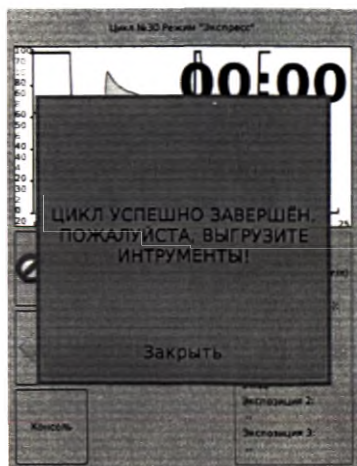
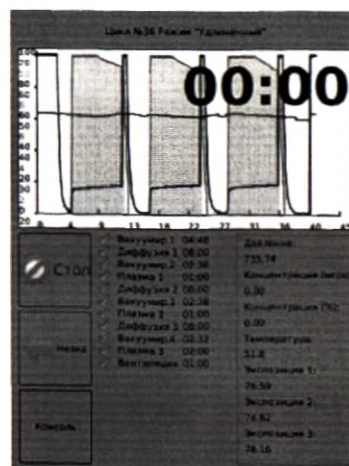

Рис.11
Рис..12
На экране появится сообщение «Цикл успешно завершён. Пожалуйста выгрузите инструмент» (Рисунок 11).
11.2.11 Для просмотра графиков и параметров проведенного цикла, отображенных на экране, нажать клавишу «Закреть» (Рис.11). После чего экран перейдет к виду (Рис. 12).